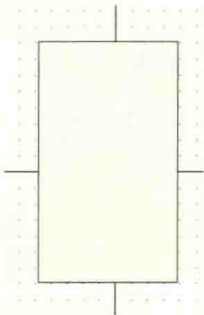

图 3-26 绘制空白的矩形框
- (2) 单击绘制工具栏中的快捷按钮 ，绘制一个空白的矩形框，如图 3-26 所示。